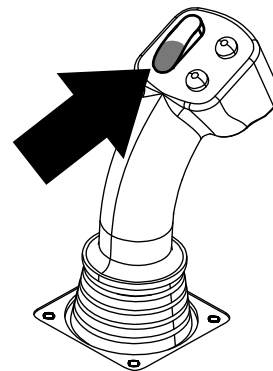
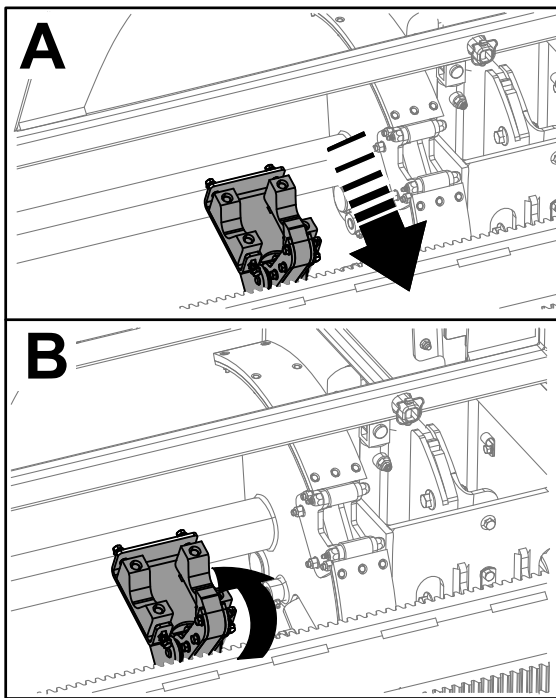

Bild 33
Bild 34
7. Halten Sie den unteren Teil des Kippschalters (Bild 33), bis die Hubarme sich zum Rohrkasten drehen. Wenn sie sich über die Nocke hinaus drehen, umschließen die Rohrgreifer das Rohr und bringen es zum Bohrstrang (Bild 34).